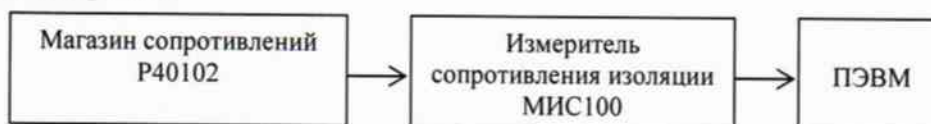

Рис. 1
4.4.3 Для определения и контроля допускаемой относительной погрешности собрать схему в соответствии с рис. 1.
*При исследовании измерителя сопротивлений исполнения 000-018.0385-00 собрать схему рис.1 без подключения к ПЭВМ.